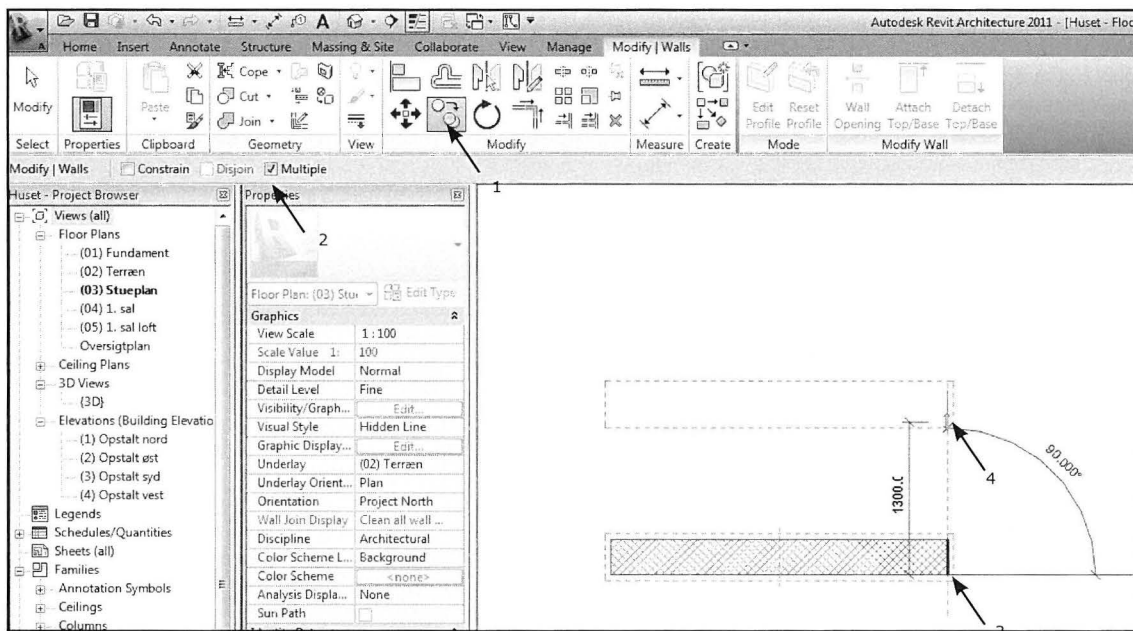

Fig. 06.18. Copy Multiple objekter.
- Klik *Modify - Copy* (Fig. 06.18, nr. 1).
- Sæt flueben i *Multiple* (Fig. 06.18, nr. 2).
- Klik på et punkt på objektet og før musen 90 grader opad (Fig. 06.18, nr. 3).
- Slip nu musen og skriv afstanden på tastaturet, fx. 1300 og tryk på Enter (Fig. 06.18, nr. 4).